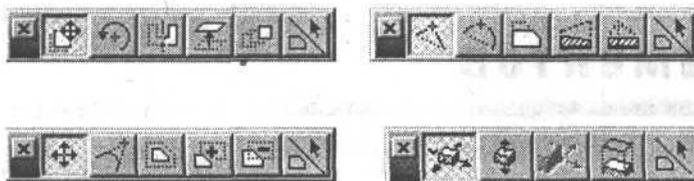

Рис. 3-39. Варианты панелей Pet Palette
- последняя кнопка панелей (см. рис. 3-39) с изображением значка Slab (Плита) и Aggow (Указатель) предоставляет выбор метода трансформации и модификации.